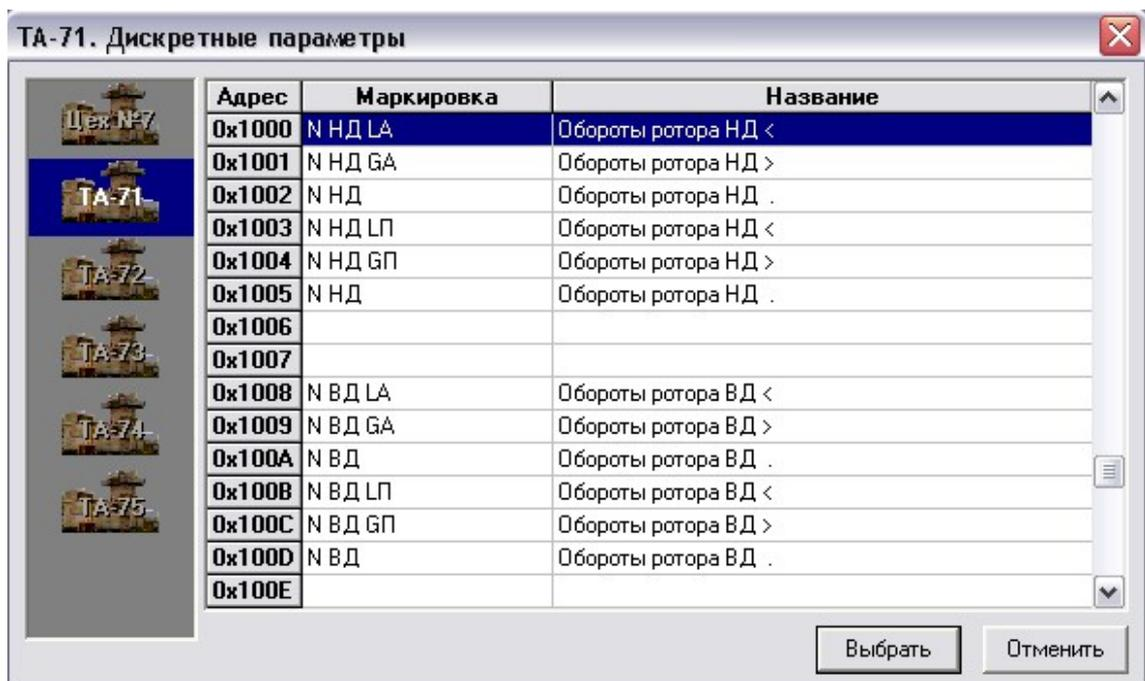

Рис. 22 Привязка аналоговых параметров
- A_{min} адр. – минимальный аварийный адрес дискретного параметра, используемого для срабатывания данного аналогового сигнала (двойной клик мышкой по полю и выбор из справочника (рис. 22) дискретного параметра);
- A_{max} адр. – максимальный аварийный адрес дискретного параметра, используемого для срабатывания данного аналогового сигнала (двойной клик мышкой по полю и выбор из справочника (рис. 22) дискретного параметра);
параметра, используемого для срабатывания данного аналогового сигнала (двойной клик мышкой по полю и выбор из справочника (рис. 22) дискретного параметра);
- Птах адр. – максимальный предупредительный адрес дискретного параметра, используемого для срабатывания данного аналогового сигнала (двойной клик мышкой по полю и выбор из справочника (рис. 22) дискретного параметра) ;